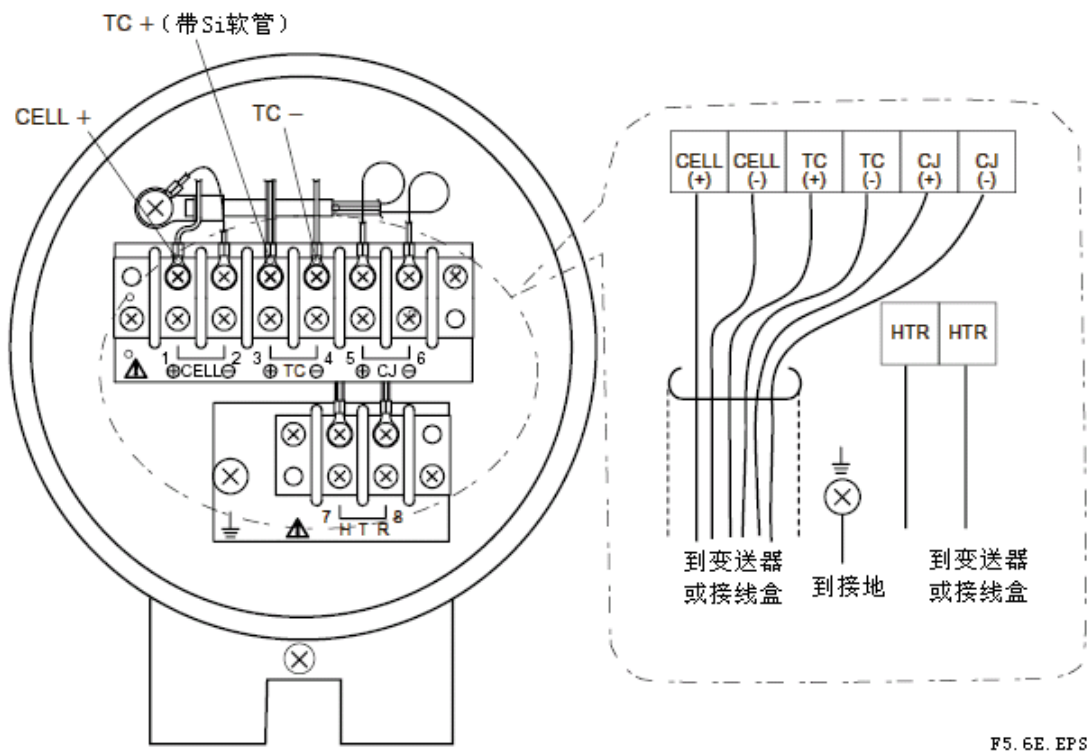

图 5.6 探头端子
- (1) 在电缆连接导线上安装指定螺纹尺寸的配管或与电缆密封套。将来探头可能要拆开进行维护，因此一定要有足够的电缆长度。
- (2) 如果导线安装位置的环境温度是 80—150℃，一定要使用柔软的金属导线配管。如果使用非屏蔽的“600V 硅橡胶绝缘玻璃编织导线”，应使导线远离噪声干扰源以避免干扰。
- (3) 图 5.6 显示了探头端子布置图。